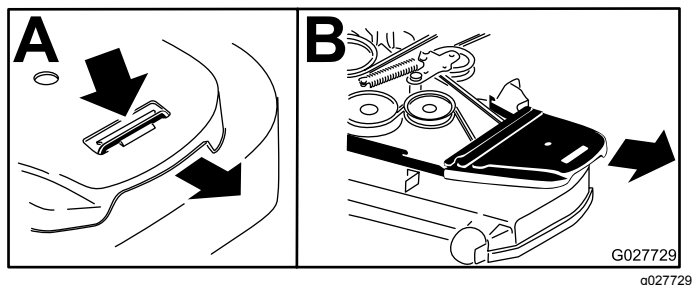

Figure 97
5. Retirez le couvercle de courroie en plastique (Figure 97).
4. Retirez les couvercles de courroie (Figure 97).